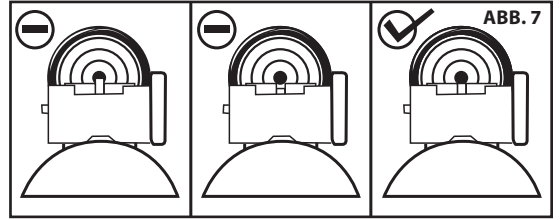

ABB. 7
- Bei Modellen mit offenen Visieren ist das Luftgewehr korrekt ausgerichtet, wenn sich das Korn in der Kerbe der Kimme befindet (ABB. 7).